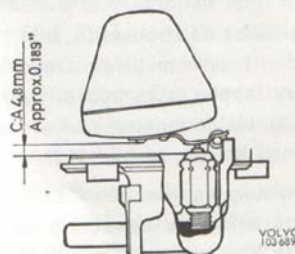

Bild 114. Kontroll av flottörnivå
- Kontrollera och sätt fast flottörventilen, se bild 114. Montera flottören och locket. Sätt fast flottörhuset och ledningen till munstycket.
Denna förgasare är relativt okänslig för variationer i flottörnivån. Såsom riktvärde för rätt nivå kan flottörens läge kontrolleras enligt mått på bild 114.